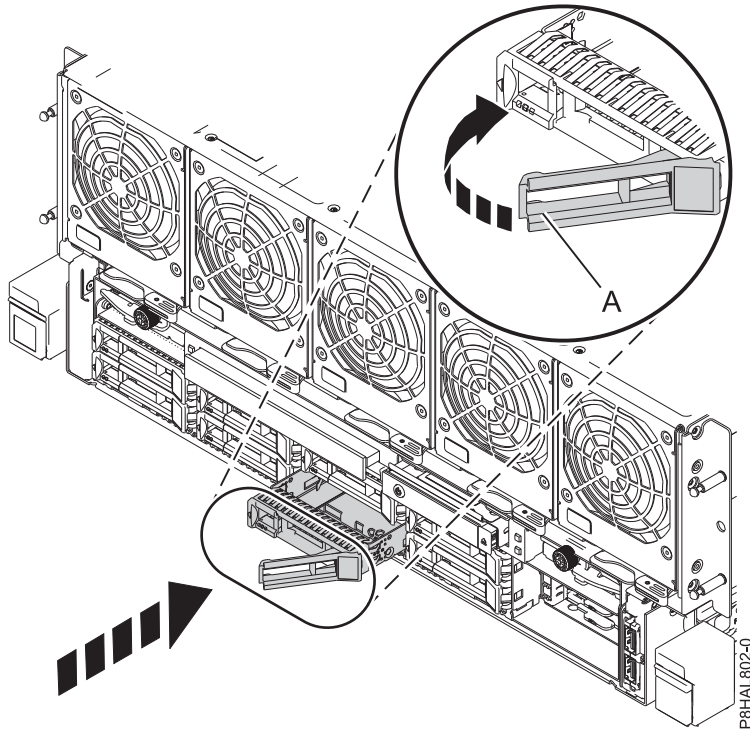

Figura 35. Sustitución de una unidad de disco en un sistema de 8408-44E o 8408-E8E
4. Desbloquee el asa de la bahía de unidad (**A**) ejerciendo presión y tirando de ella hacia usted. Si el asa no está extendida del todo, la unidad no entra en el sistema. Consulte la Figura 35 en la página 48.
8. Cuando el LED de identificación parpadee para la ranura seleccionada, deslice la unidad hasta el fondo de la ranura y empuje hacia adentro el asa de la bahía de unidad (**A**) hasta que quede encajada, como se muestra en Figura 35 en la página 48